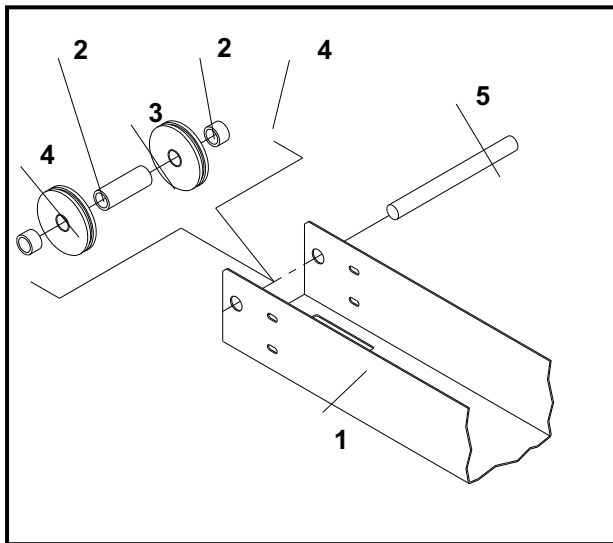

Fig.39
9 - Prendere la trave superiore (1) (Vedere Fig.39) e montare ad ognuna delle sue estremità: due puleggie (2), un distanziale lungo (3), due distanziali corti (4) e il perno (5).
9 - Mount two pulleys, (2), one long spacer (3), two short ones (4) and one pin (5) on each end of the upper beam (1, see fig.39).